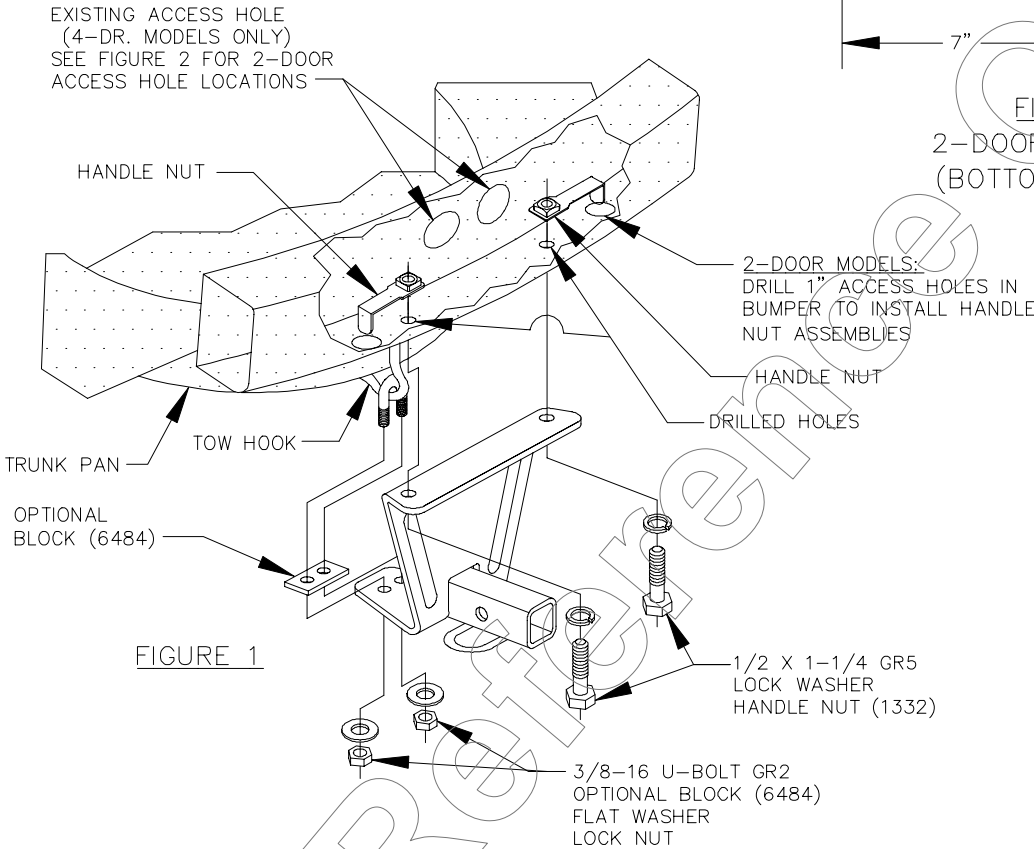

FIGURE 1
5. RAISE HITCH BACK INTO POSITION. INSTALL 1/2" FASTENERS AS SHOWN IN FIGURE 1.